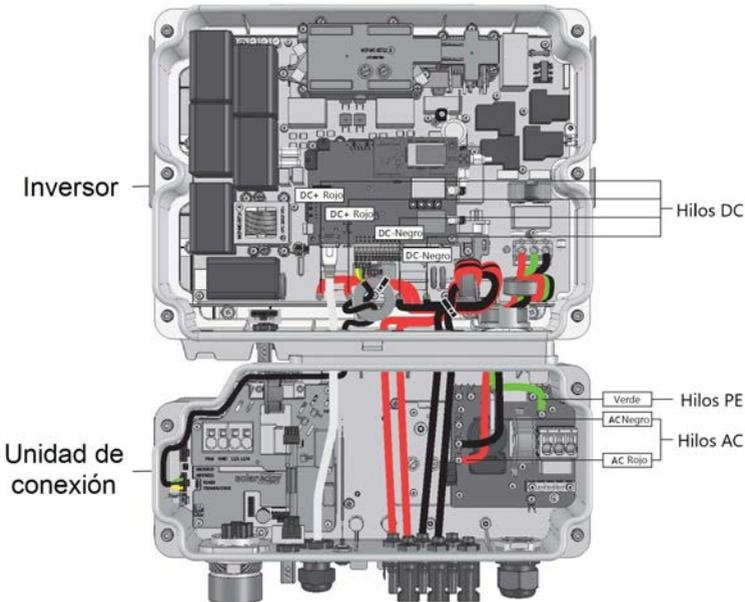

Figura 32: Desconexión y conexión de cables e hilos conectados entre el inversor y la unidad de conexión.
En el inversor (consultar la *Figura 32*):
En la unidad de conexión (consultar la *Figura 32*):
- a. Desconectar el hilo de conexión a tierra (PE).
- b. Desconectar los hilos de CA rojo y negro (consulte la *Figura 32*).
11. Volver a conectar los cables e hilos desconectados tal y como estaban conectados antes de sustituir la unidad de conexión (consultar la *Figura 32*).
- d. Pasar los hilos de CA a través de las aberturas del inversor; a continuación, utilizar un destornillador Philips para conectar los hilos de CA (consultar la *Figura 32*).